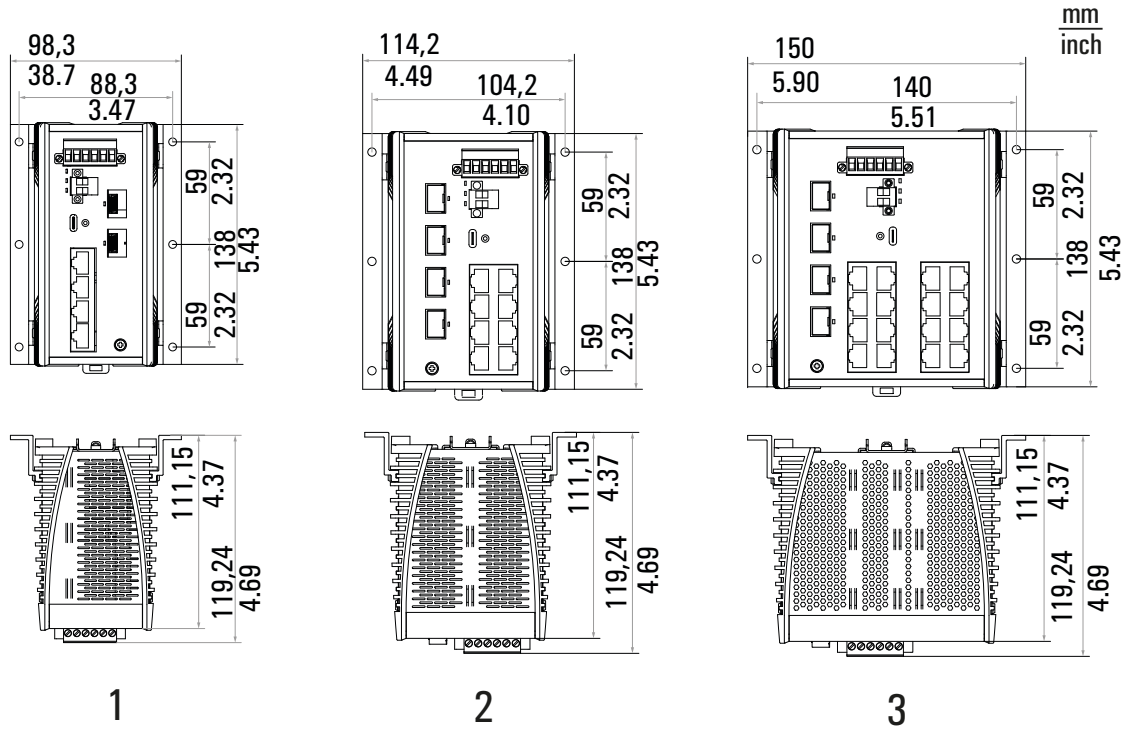
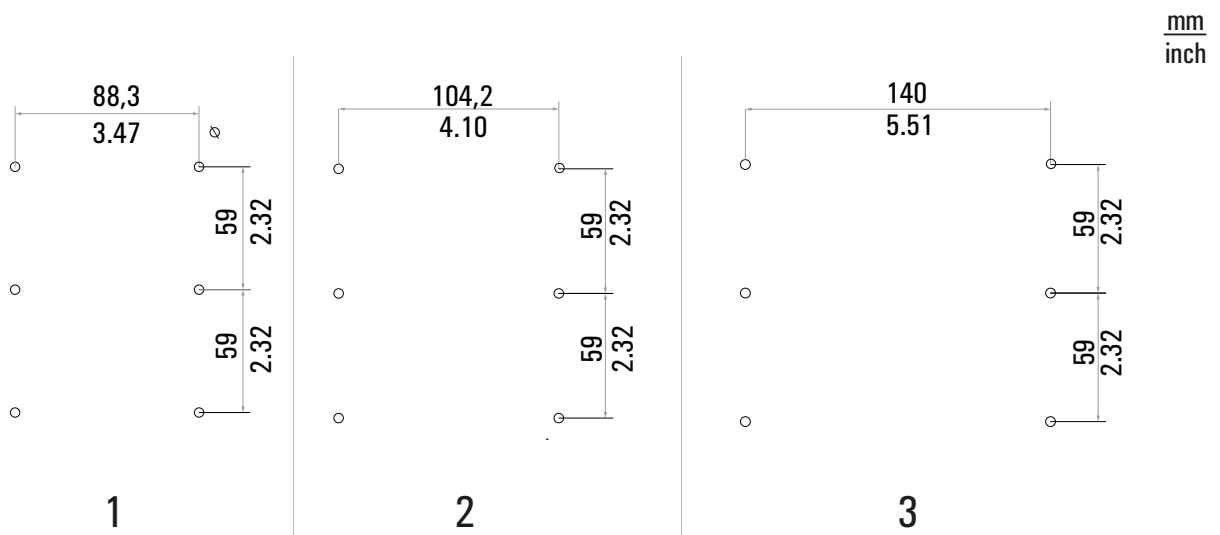

Abb. 2: Abmessungen der BRS-Metallgehäusebreiten (1 schmal, 2 mittel, 3 breit) inklusive der Wandmontagehalterung
Abb. 3: Bohrplan für die unterschiedlichen BRS-Metallgehäusebreiten (1 schmal, 2 mittel, 3 breit)
- Markieren Sie die Bohrlöcher an der Wand. Die Abmessungen entnehmen Sie der Abbildung 2 und der Abbildung 3.